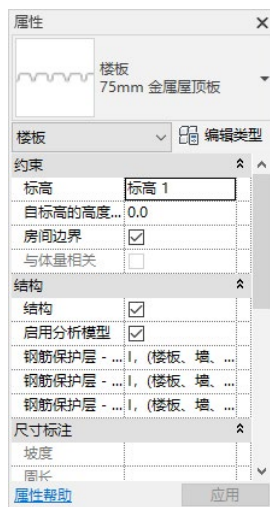

图 11-12 “属性”选项板
- (1) 打开 9.1.1 节绘制的文件，单击“结构”选项卡“结构”面板“楼板” 下拉列表中的“楼板：结构”按钮，打开“修改|创建楼层边界”选项卡和选项栏。
- (2) 在“属性”选项板中选择“75mm 金属屋顶板”类型，其他采用默认设置，如图 11-12 所示。